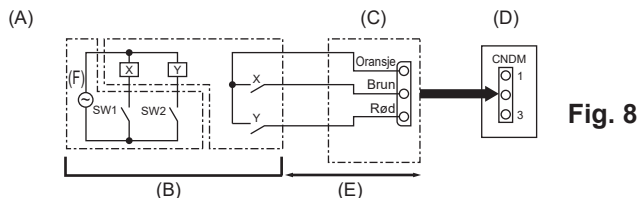

Fig. 8
8.1. Lav støy-modus (modifisering på stedet) (Fig. 8)
8.2. Etterspørselsfunksjon (modifisering på stedet) (Fig. 8)